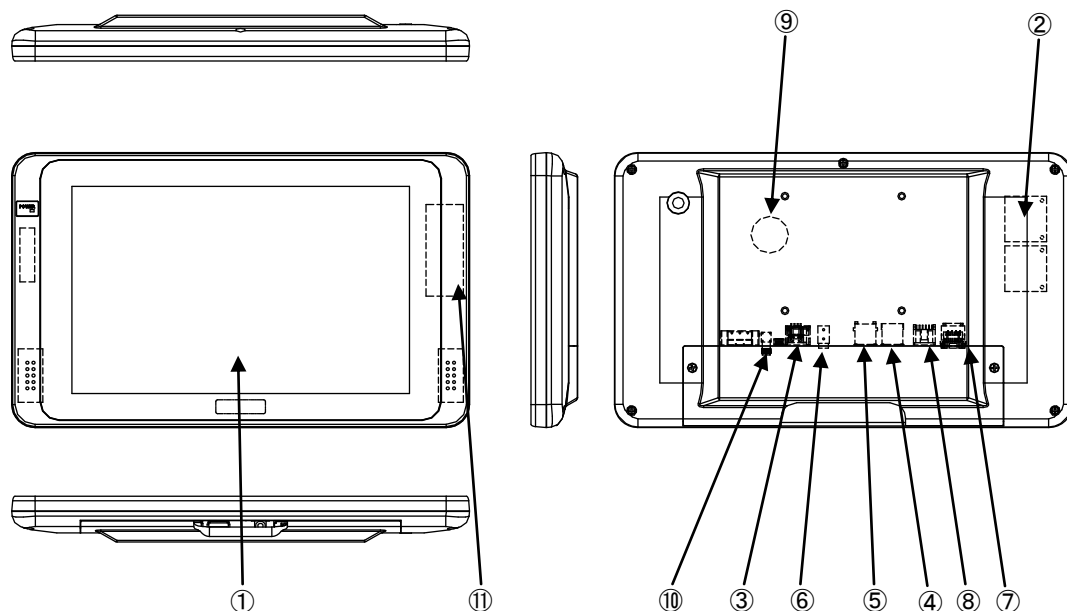

図 3-1-1. 外形図 (AS4-101BN)
AS シリーズの例として、AS4-101Bx の外形図を図 3-1-1 に示します。各部名称を表 3-1-1 に示します。
| COM4 | SI01 (図 3-1-1 ④) アプリケーションでシリアル通信に使用できます。 |
| ローカルエリア接続 | LAN1 (図 3-1-1 ⑨): 1000BASE Ethernet |
| 汎用入出力 | 汎用の入出力です。 入力 6 点、出力 4 点を制御できます。 (図 3-1-1 ⑩) |
| バックアップバッテリーモニタ | BIOS 設定、RTC、外部 RTC に使用されるバックアップバッテリー (図 3-1-1 ⑪) の状態を取得することができます。 |